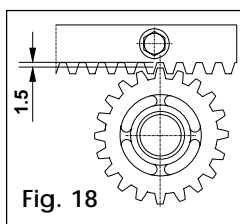

Fig. 18
- Terminata l'installazione della cremagliera, per garantire un corretto ingranamento con il pignone, è opportuno abbassare di circa 1,5 mm (Fig.18) la posizione del motoriduttore.